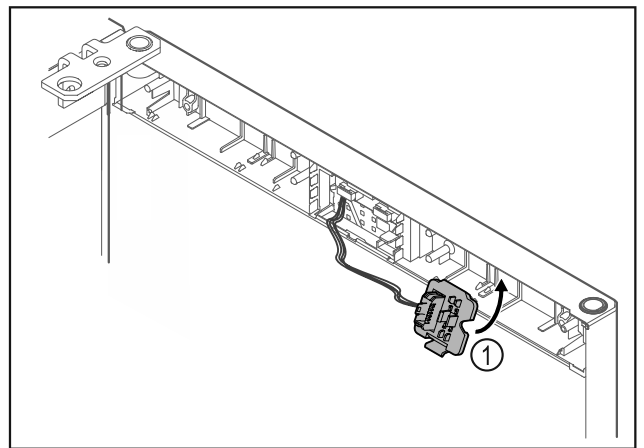

Fig. 13
- Steckerhalterung Fig. 13 (1) auf Gegenseite einrasten.\*